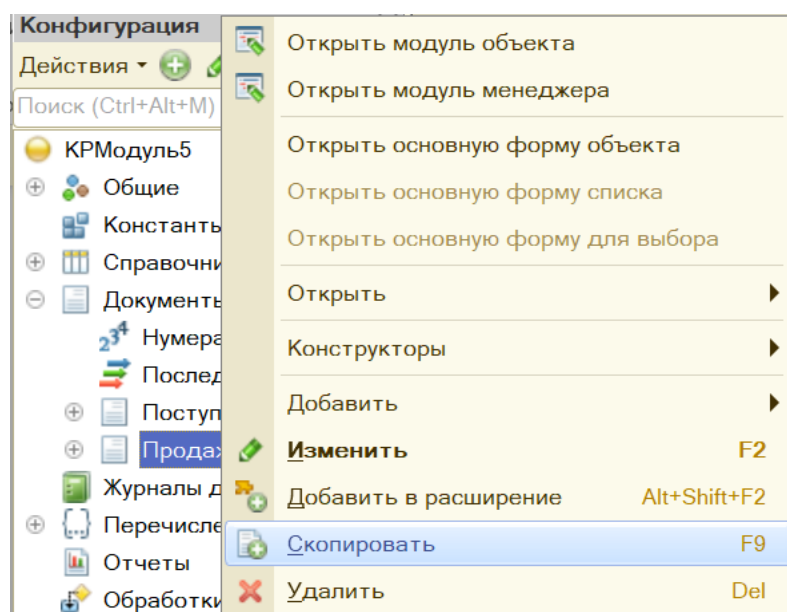

Рис. 5.1. Контекстное меню объекта конфигурации «ПродажаТоваров»
1. Обратимся к знакомому окну Конфигурация и вызовем контекстное меню документа «ПродажаТоваров», где просто воспользуемся пунктом «Скопировать» (рис. 5.1).